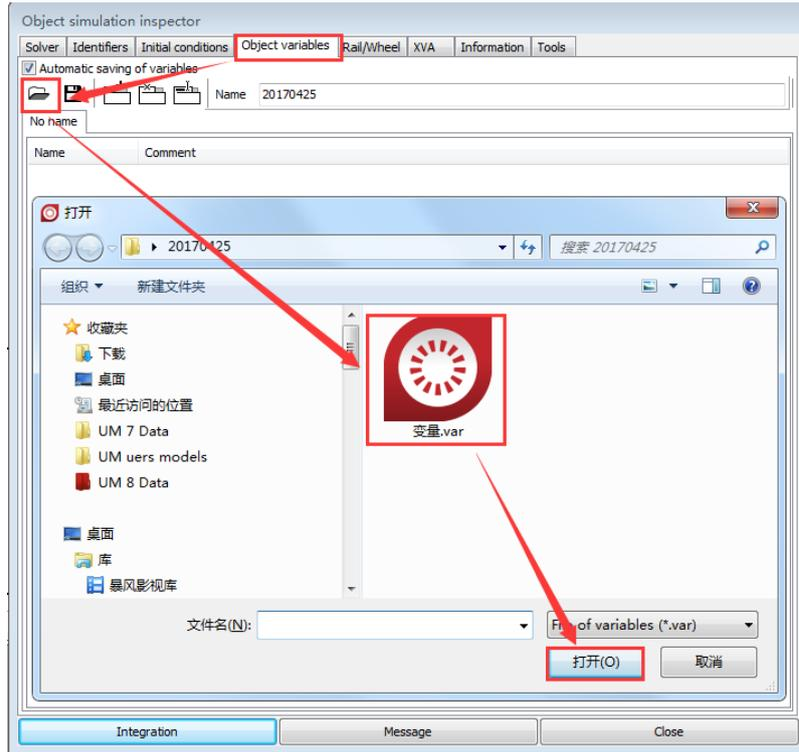
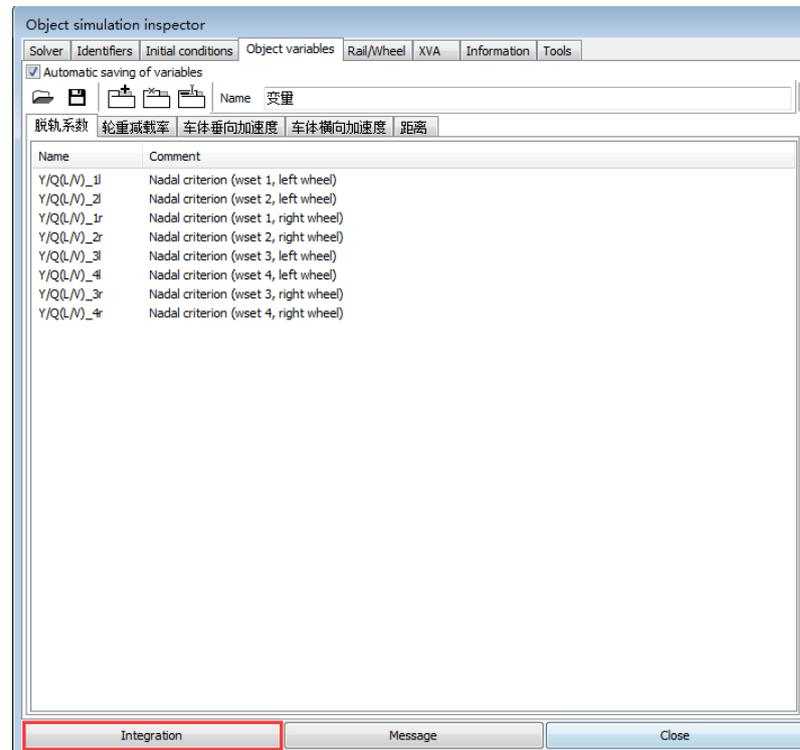

图 004-8
图 004-9
6、选择主菜单 **Analysis**→**Simulation**，打开仿真控制界面，在 **Object variables** 页面加载已创建好的变量文件，如图 004-8 和图 004-9；